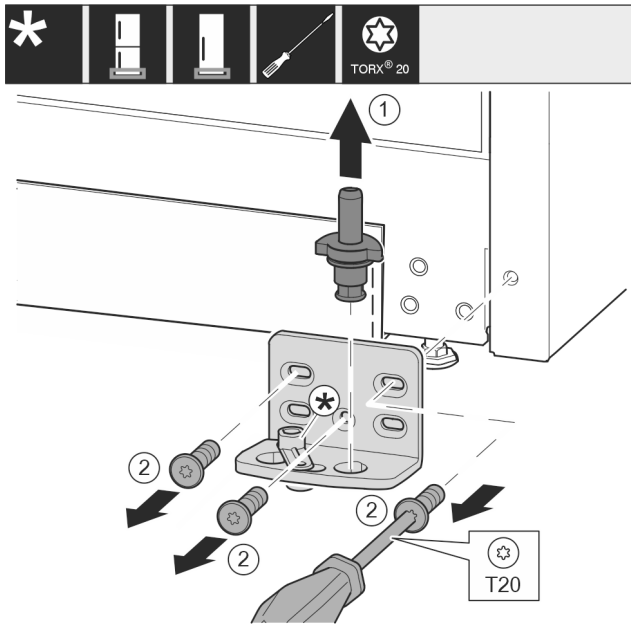

Fig. 12
- Lagerbolzen Fig. 12 (1) komplett nach oben herausziehen.
- Schrauben Fig. 12 (2) mit Schraubendreher herausdrehen und Lagerbock abnehmen.